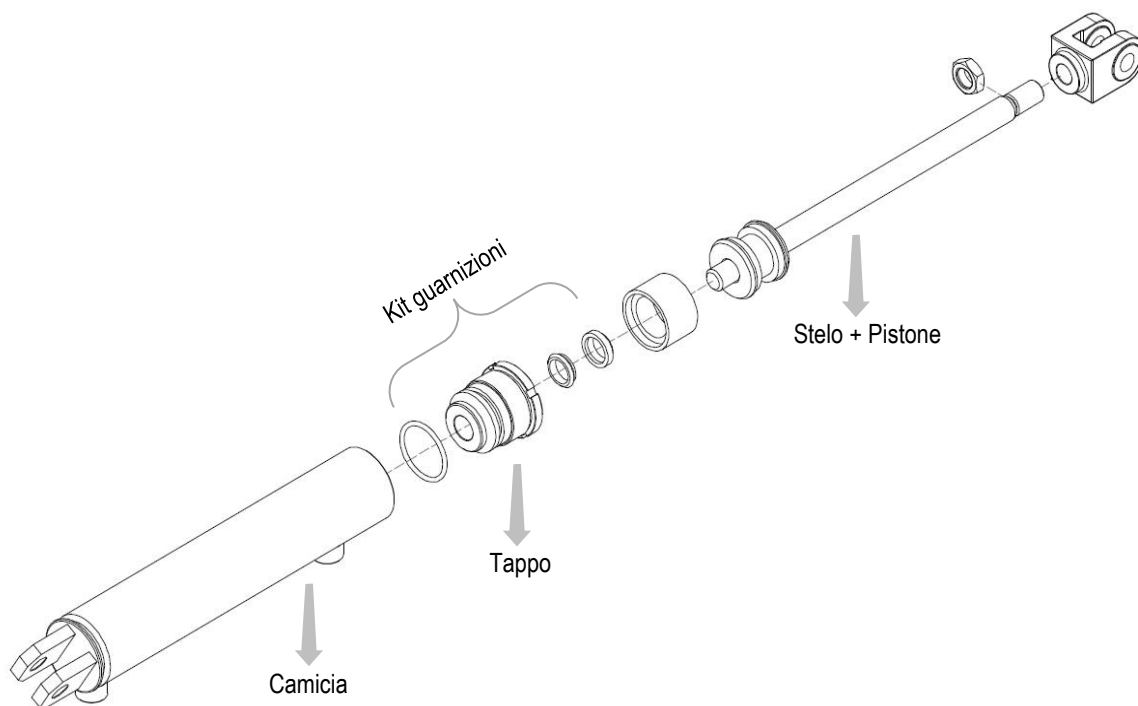

Figura 25
9. Prendere come riferimento la *Figura 25*.